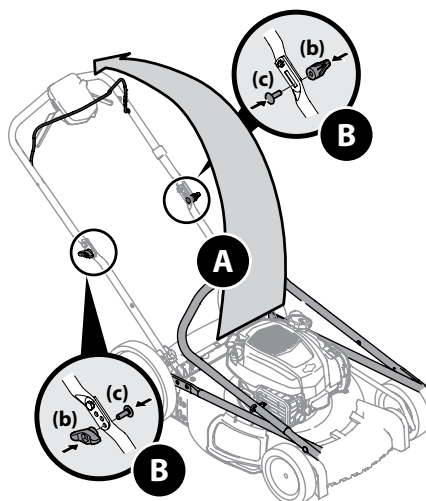

Figure 2-2
4. Dépliez doucement le guidon pour le mettre en place, comme sur la Figure 2-2. Vérifiez que la base du guidon est bien en place sur les deux supports.
5. Remettez les écrous à oreilles (b) et les boulons ordinaires (c) dans les trous inférieurs du guidon, comme à la Figure 2-2.